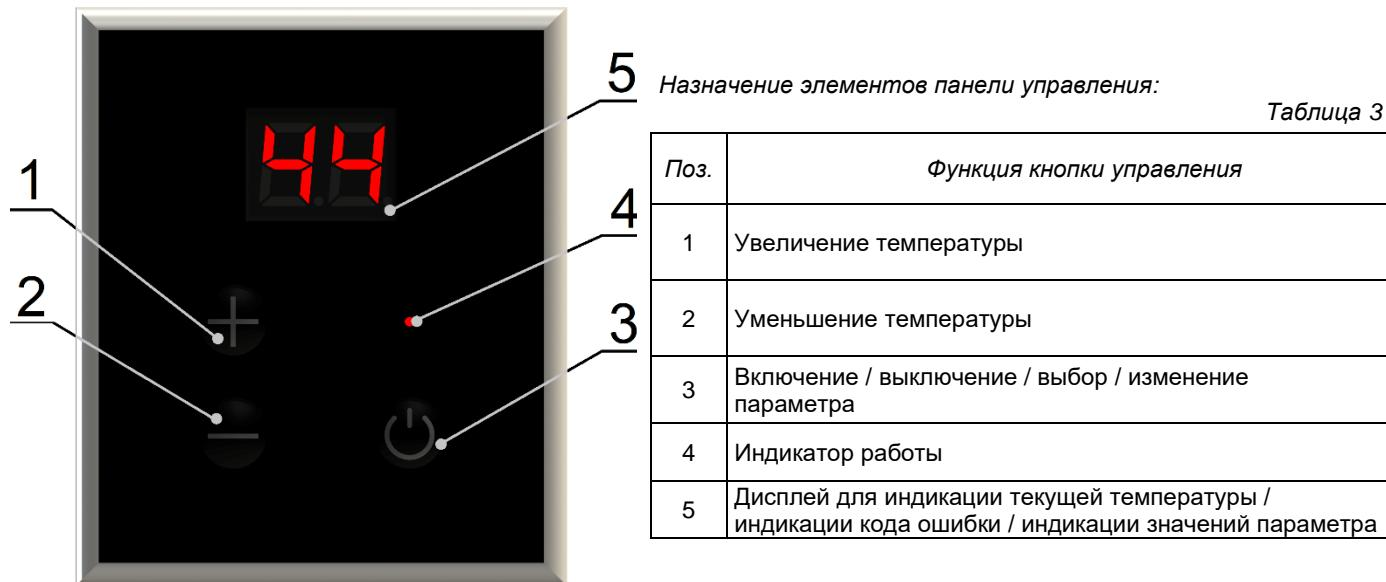

Рисунок 2. Панель управления аппарата
- открыть кран горячей воды, и нажать кнопку <3> (см. рис. 2, стр. 7), при этом должны начаться искровые разряды между свечой и горелкой (если расход воды, проходящей через аппарат, будет не менее 2,5 л/мин), от искровых разрядов должна воспламениться горелка.
Температура горячей воды, выходящей из аппарата, отображается на цифровом дисплее панели управления (рис. 2). Также на дисплее при нажатии кнопок 3 или 4 отображается задаваемая пользователем температура горячей воды. Нажатие на кнопку 4 уменьшает задаваемую температуру, на кнопку 3 – увеличивает её. Температуру горячей воды можно задавать в пределах от 30 °C до 65 °C с шагом 1 °C. Через 2–3 с после прекращения нажатия на кнопки управления на дисплее отображается действительная температура горячей воды на выходе из аппарата.